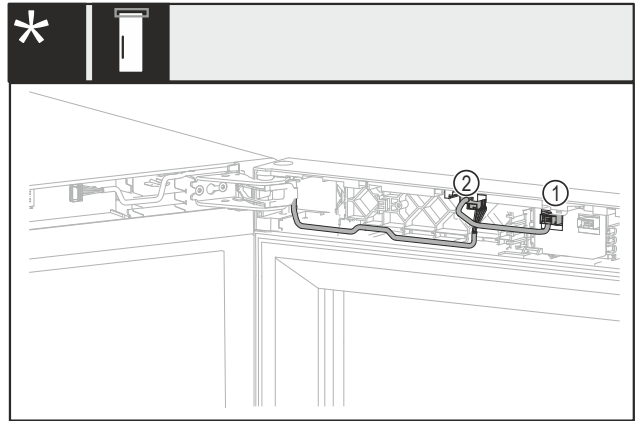

Fig. 19 Sans verrou ou verrou mécanique*
- Retirer le connecteur Fig. 19 (1).*
- Retirer le connecteur Fig. 19 (2).*